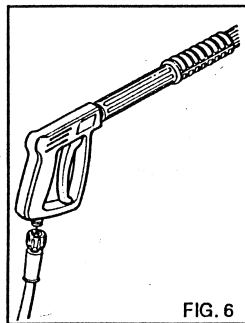

FIG. 6
- 3) Conectar el tubo de alta presión a la Hidrolimpiadora C e a la lanza (fig. 6).